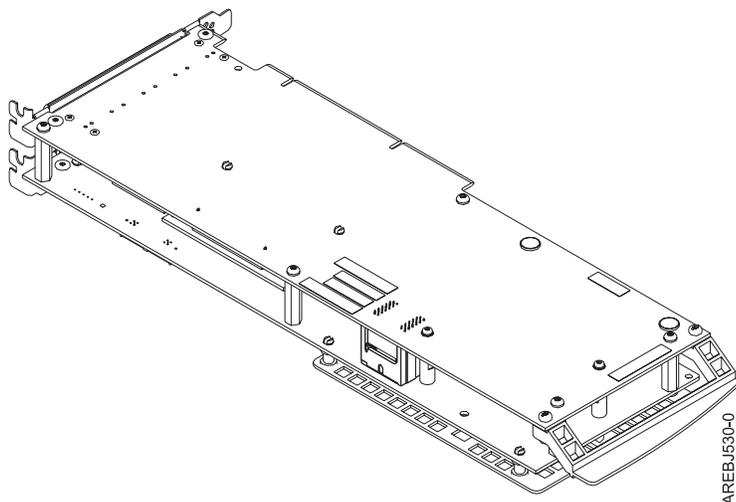

Figura 27. Adaptador del conjunto de la tarjeta 572F/575C
2. Coloque el adaptador de conjunto de la tarjeta 572F/575C en una superficie protectora contra descarga electrostática y oriéntela según se muestra en Figura 27.